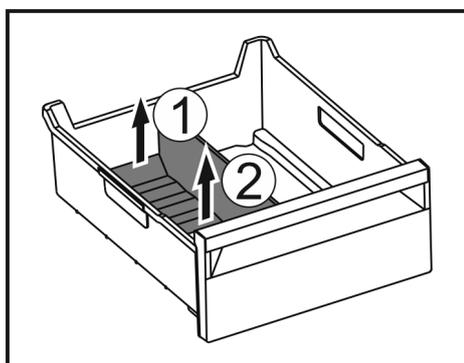

Fig. 147
- ▶ Podnieść tylną część separatora do szuflady na lód. Fig. 147 (1)
- ▶ Separator do szuflady na lód podnieść do góry. Fig. 147 (2)